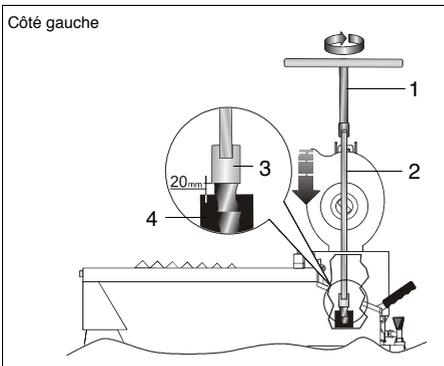

FIG.18 (Introduction de la clef en T dans la tige)
- 7) Par la clef à "T" (FIG. 18 - Réf. 1) introduire dans la tige (FIG. 18 - Réf. 2), visser le rotor (FIG. 18 - Réf. 3), jusqu'à avoir la partie filetée sortant d'environ 20 mm depuis le stator (FIG. 18 - Réf. 4);